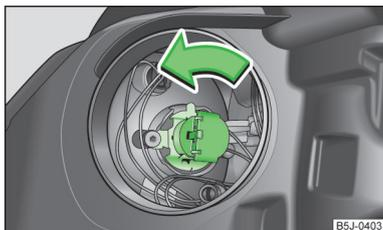

Fig. 160
- Girar el conector con la bombilla » fig. 160 hasta el tope en el sentido de la flecha y extraerlo.